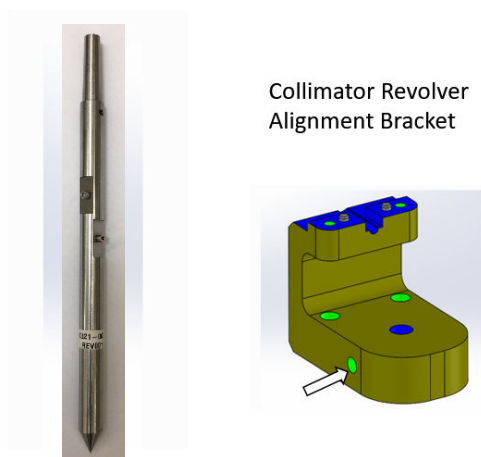

図 1-10。フロントポインタと回転式アライメントブラケット
12. 回転式アライメントブラケットにある 25 mm の穴からフロントポイントをコリメータに挿入し、側面のナイロンネジでポイントを指で締めて固定します（図 1-10 を参照）。